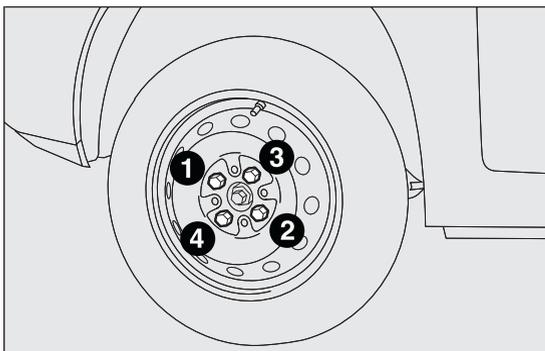

fig. 132
- mediante l'utilizzo della chiave in dotazione, serrare a fondo i bulloni, passando alternativamente da un bullone a quello diametralmente opposto, secondo l'ordine numerico illustrato in fig. 132.